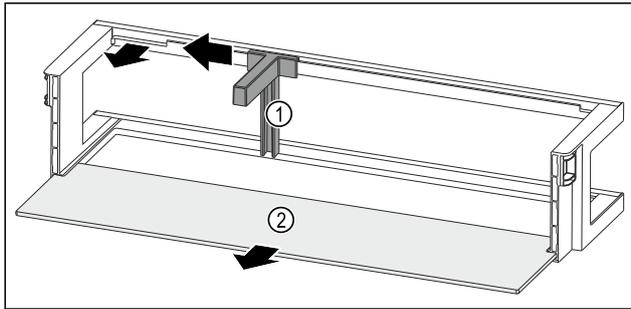

Fig. 93 Estante en la contrapuerta con soporte para botellas y estante
- ▶ Empuje el soporte para botellas Fig. 93 (1) hacia un lado hasta la entalladura.
- ▶ Retire el soporte para botellas Fig. 93 (1).
- ▶ Retire el estante Fig. 93 (2).